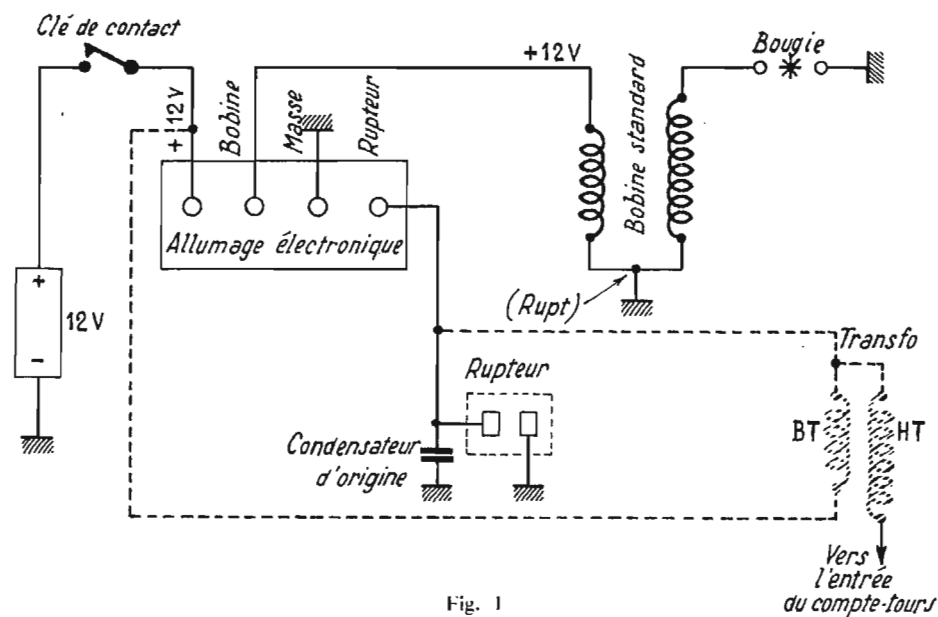

Fig. 1
- La tête HF (Fig. 1 A).
- La platine F.I. (Fig. 1 B).
Après le montage et l'installation de l'allumage électronique les indications données par le compte-tours Jaeger sont erronées et souvent ne dépassent pas les 1 200 tr/mn. Pour éliminer cet inconvénient, il suffit d'insérer le compte-tours dans le circuit secondaire d'un transfo élévateur de tension. Le schéma de la figure 1 donne l'assemblage pratique du système. Nous n'avons pas encore déterminé les caractéristiques exactes du transformateur, mais il semblerait qu'un modèle 220 V - 12 V puisse convenir; l'enroulement 12 V serait monté côté rupteur et l'enroulement 220 V côté entrée du compte-tours. Nous tenons cette information de notre confrère italien « Sperimentare Radio-TV ».